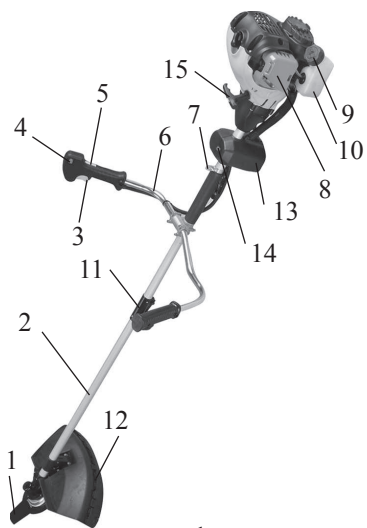

рис.1
5.1 Общий вид бензокосы схематично представлен на рис. 1
6.2.1 Возьмите правую и левую части рукоятки 6 (рис.1) и установите на штангу гибкого вала 2 (рис.1)